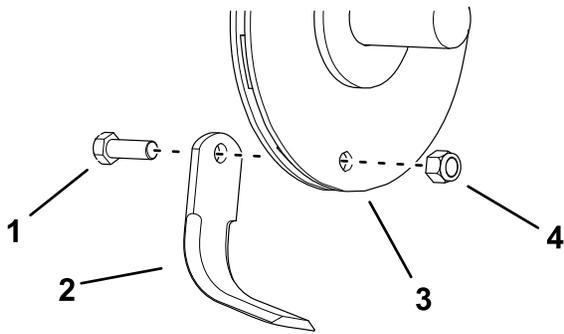

Figure 6
4. Retirez le boulon (5/8 x 1-3/4 po), l'écrou (5/8 po) et le louchet (Figure 6).
1. Écrou (9/16 po) (4)
6. Montez le nouveau louchet, en le dirigeant dans le même sens que l'ancien (Figure 6).